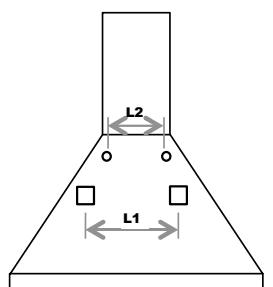

Fig. 5
- WICHTIGER HINWEIS: Die Befestigungssysteme a) und b) werden auf der Rückseite der Haube in den Bohrungen L1 positioniert (Abb. 5).